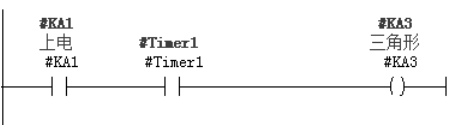

图 5-39 FB1 中的程序
6) 在 FB1 的程序编辑区编写程序，如图 5-39 所示。